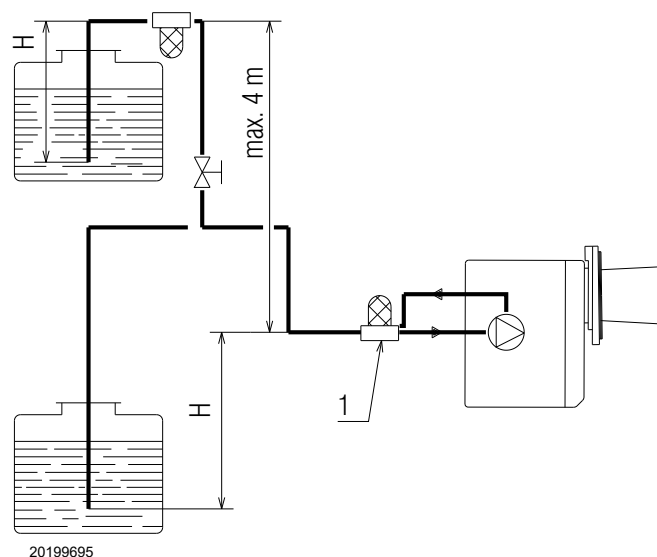

Abb. 13
Bei einem Zweirohrsystem empfehlen wir die Verwendung eines geeigneten Entgasungsfilters gemäß dem Anschlussschema (siehe Abb. 13). Bei einem solchen Entgasungsfilter kann es sich beispielsweise um den Tigerloop B100 handeln.
Bei der Verwendung von Brennstoffen mit einem Bioanteil (FAME) von mehr als 30 % rät der Hersteller von einem Zweirohrbetrieb ab, um so eine Übersättigung des Biodiesels zu vermeiden; soll der Zweirohrbetrieb beibehalten werden, wird das Verwenden eines Entgasungsfilters (1) (Abb. 13) empfohlen. Die Sauerstoffanreicherung des Biodiesels führt zu einer Zersetzung des Brennstoffs und zum Bilden von potenziell für den Brenner schädlichen Verbindungen und Ablagerungen.